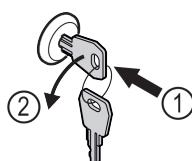

Fig. 179
- Introduceți cheia prin apăsare. Fig. 179 (1)
- Rotiți cheia cu 90° în sens invers acelor de ceasornic. Fig. 179 (2)